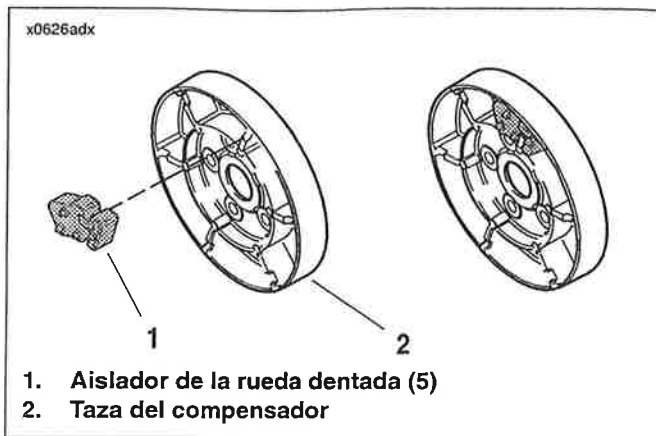

Figura D-2. Instalación de los aisladores de la rueda dentada
2. Vea la Figura D-2. Lubrique los aisladores (1) con agua jabonosa o un detergente en aerosol como Windex™. Instale los aisladores (1) en la taza del compensador (2).